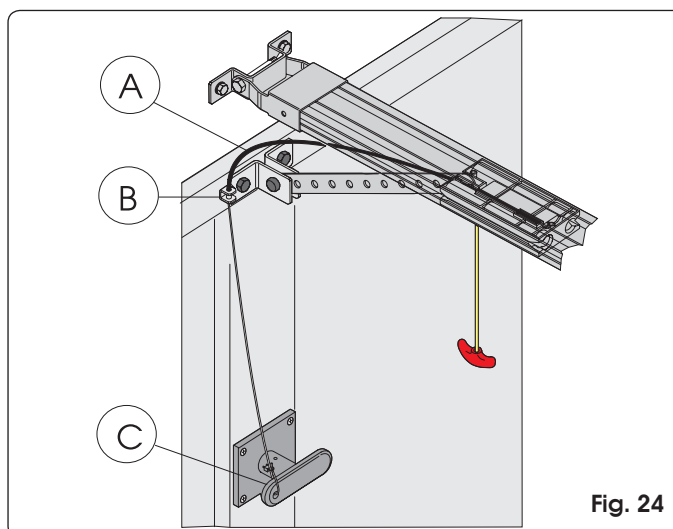

Fig. 24
- 1) Snijd de isolatie van het kabeltje op maat (Fig. 24 ref. A).
- 2) Steek het kabeltje in de buis en haal hem door het speciale oogje van de bevestiging op de deur (Fig. 24 ref. B).
- 3) Knip het kabeltje op maat en bevestig hem aan de interne hendel van de ontgrendelingsknop (Fig. 24 ref. C).